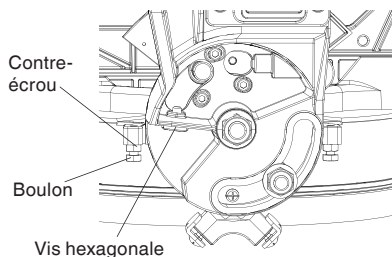

Fig. 17
- (1) Régler l'angle d'onglet sur 0°. Complètement déployer la garde secondaire (B) vers la droite, puis tirer la goupille de réglage (A) vers l'avant de la machine.
**REMARQUE:** Quand la goupille de réglage (A) est rentrée, il peut être nécessaire de décaler l'ensemble du bras supérieur de la scie à onglet vers la gauche/droite pour libérer la pression de maintien.
- (2) Desserrer la poignée de verrouillage d'angle en biseau et incliner complètement vers la droite le carter.
- (3) Au moyen d'une équerre combinée, confirmer si la lame est 45° par rapport à la table.
- (4) Pour ajuster, incliner le carter à 0°, desserrer le contre-écrou et tourner le boulon vers l'intérieur ou l'extérieur pour augmenter ou diminuer l'angle comme illustré sur la Fig. 17.
- (5) Incliner le bras de coupe en arrière vers la droite et reconfirmer l'alignement.
- (6) Répéter les étapes jusqu'à ce que la lame soit à 45° par rapport à la table. Une fois l'alignement obtenu, serrer le contre-écrou et la poignée de verrouillage d'angle en biseau.